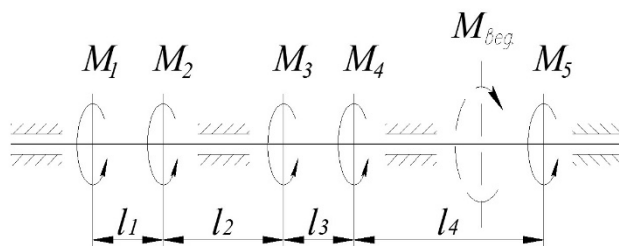

Рисунок 2.
1. Для гладкого вала (рис. 2), вращающегося с заданной угловой скоростью ω , из условия прочности по заданным значениям нагрузочных моментов (M_i) определить рациональное расположение ведущего шкива приводного двигателя и передаваемую им мощность ($N_{вед}$), а также построить эпюру крутящих моментов, возникающих в поперечном сечении вала. (Под $M_{вед}$ понимается уравнивающий момент ведущего шкива).